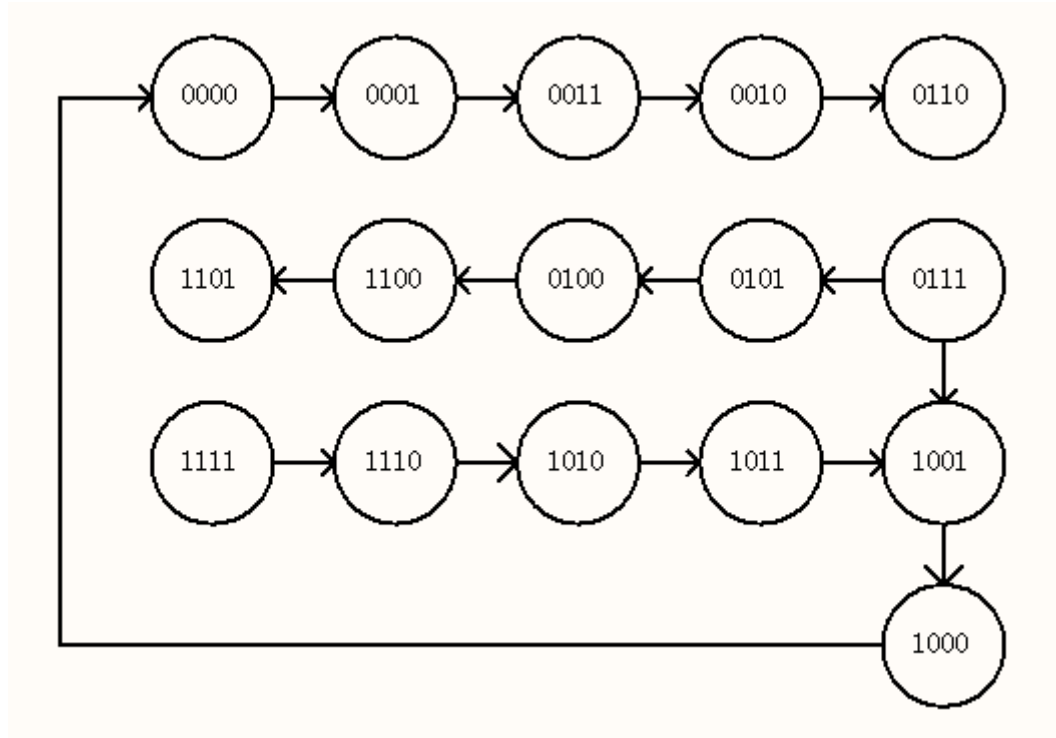

图 8-4: 格雷码计数器状态转换图
3. 使用 2114 和 D 触发器设计一个格雷码加法计数器。自行查阅关于有限状态机的书籍，了解有限状态机的概念以及设计方法。格雷码加法计数器的工作原理是：在时钟脉冲的驱动下，一种 4 位格雷码转换为另一种 4 位格雷码。实质上是一个有限状态机。格雷码计数器状态转换图如图 8-4 所示。将 4 位格雷码依次写入存储器地址 0~15 单元中，使用 4 个 D 触发器输出作为存储器地址。而这四个 D 触发器的输入（也就是加计数以后所得下一个格雷码的地址）由当前存储器输出（格雷码）决定。